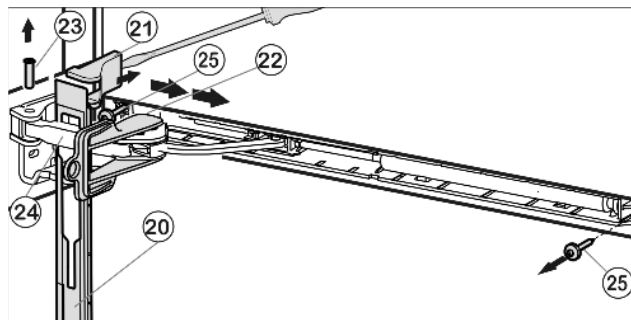

Рис. 10
- ▶ Передвиньте вперед заглушку над рычагом Рис. 10 (24).
- ▶ Зафиксируйте предохранитель в продольном отверстии Рис. 10 (22).
- ▶ Отвинтите защитную крышку Рис. 10 (22) с помощью отвертки и снимите, потянув наружу.
- ▶ Отвинтите снизу болты Рис. 10 (23).
- ▶ Потяните рычаг Рис. 10 (24) в направлении двери.
- ▶ Снимите заглушку Рис. 10 (20).
- ▶ Полностью отвинтите доводчик (2 раза Torx 15) Рис. 10 (25).